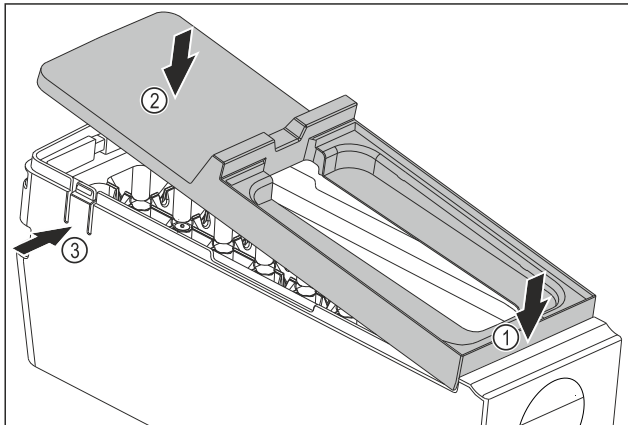

Fig. 139
- ▶ Montera skyddet på EasyTwist-Ice-enheten: Sätt in skyddet framtill. Fig. 139 (1)
- ▶ Sänk ned skyddet baktill. Fig. 139 (2)
- ▷ Skyddet hakar hörbart i båda skenor. Fig. 139 (3).